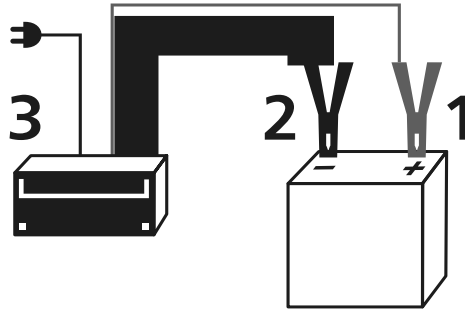

Fig. 2 – Sequência para ligar o carregador na bateria
5 - Conecte a garra vermelha do carregador no pólo positivo da bateria (posição 1 da Fig. 2).
6 - Conecte a garra preta do carregador no pólo negativo da bateria (posição 2 da Fig. 2).
7 - Conecte o plugue na tomada (posição 3 da Fig. 2).
- 10 - Desconecte o plugue da tomada (posição 3, Fig. 2).
- 11 - Desconecte a garra preta do pólo negativo da bateria (posição 2, Fig. 2).
- 12 - Desconecte a garra vermelha do pólo positivo da bateria (posição 1, Fig. 2).